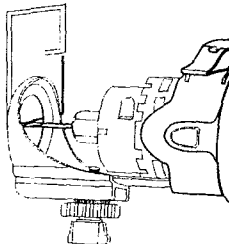

Fig. 8
5. Sostenga firmemente la herramienta con ambas manos y ENCIÉNDALA. Introduzca la broca a través de la pirca en la marca que indica el centro de la caja. La fig. 8 muestra el patrón de corte.